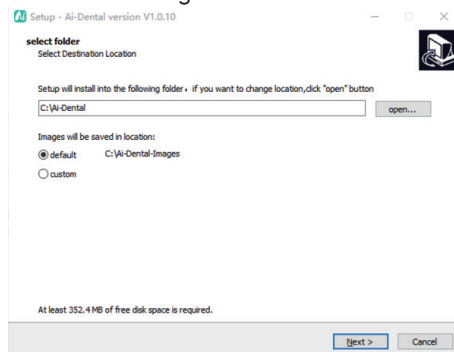

Figura 4
3.1.3 Una vez iniciado el programa de instalación, pulse el botón "Examinar" para seleccionar la ruta de instalación. Una vez seleccionada la ruta, haga clic en el botón "Siguiente", como se muestra en la Figura 4: